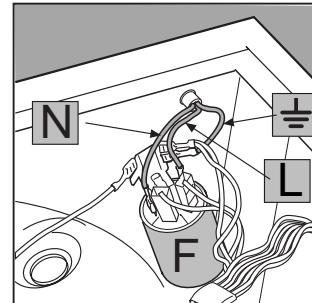

Abb. 4
3. Nehmen Sie die Drähte vom Entstörer **F** [Abb. 4] ab, achten Sie hierbei auf die korrekten Anschlussstellen (**Blauer Draht = N, Brauner Draht = L**) und lassen Sie den Erdleiter **±** bis zum Schluss.